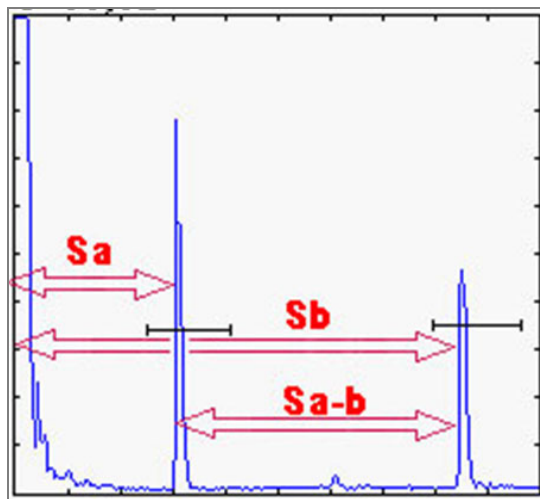

Рис.3-4 Измерение времени прохождения сигнала в призме по образцу СО-3
Картинка на экране дефектоскопа будет аналогичной показанной на рис. 3-4
4. Сигнал вновь проходит через призму и регистрируется прибором. Этот сигнал изображен на рис. 3.4 через расстояние S_a .
7. Пришедший сигнал на рис.3-4 отображен на расстоянии S_b .